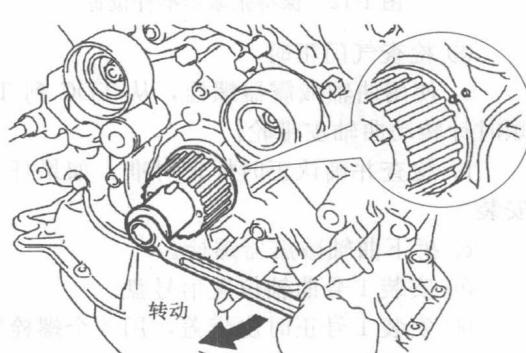

图 1-11 对准机油泵正时标记
- b. 使用曲轴减震器螺栓，转动曲轴以将曲轴正时皮带轮和机油泵体的正时标记对准，见图 1-11。